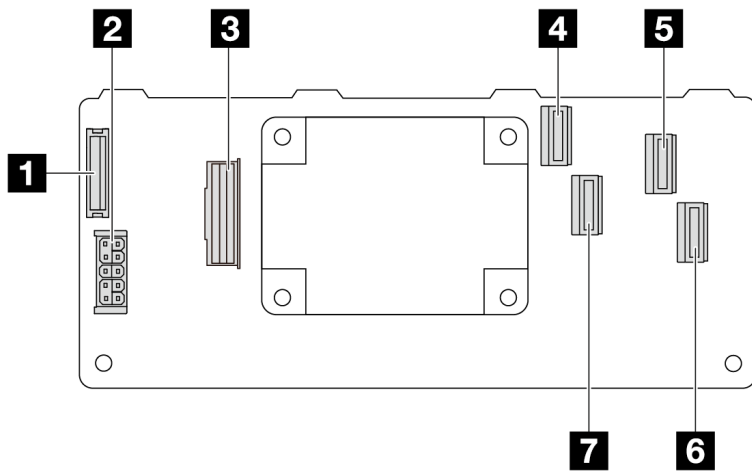

図 299. Gen 3 16i CFF RAID アダプター (4 ポート・コネクタ)
- 302 ページの 図 299 「Gen 3 16i CFR RAID アダプター (4 ポート・コネクタ)」